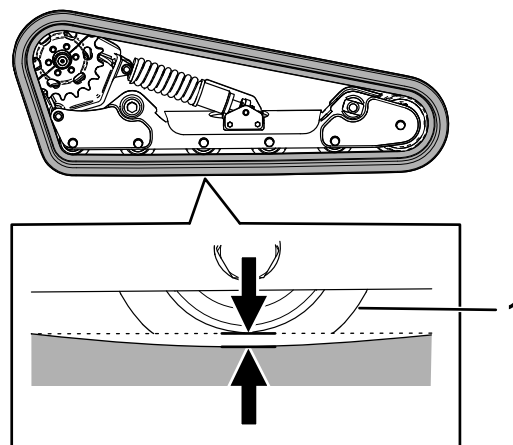

Figure 56
Levez/soutenez un côté de la machine et, en vous aidant du poids de la chenille, vérifiez qu'un espace de 13 mm existe entre le bas du rebord du galet de roulement et la chenille, comme montré à la Figure 56. Si ce n'est pas le cas, réglez la tension des chenilles comme suit :
5. Avec une clé à cliquet de ½", tournez la vis de tension jusqu'à obtention d'une flèche de 13 mm, comme montré à la Figure 56.
9. Vérifiez que la flèche est de 13 mm, comme montré à la Figure 56. Réglez au besoin.
20. Avec une clé à cliquet de 1/2", tournez la vis de tension dans le sens antihoraire jusqu'à obtention d'une flèche de 13 mm, comme montré à la Figure 56.
25. Vérifiez que la flèche est de 12,7 mm, comme montré à la Figure 56.